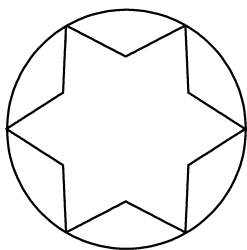

图 3-28 修剪图形
5) 在【功能区】选项板中选择【常用】选项卡, 在【修改】面板中单击【修剪】按钮, 修剪图形并删除多余的线条, 如图 3-28 所示。